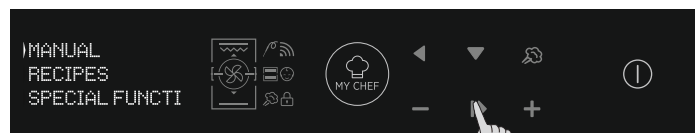

Figura 8
- Pulse el botón OK cuando la flecha en la pantalla esté en MANUAL para configurar una cocción en 3 simples pasos. (Figura 8)